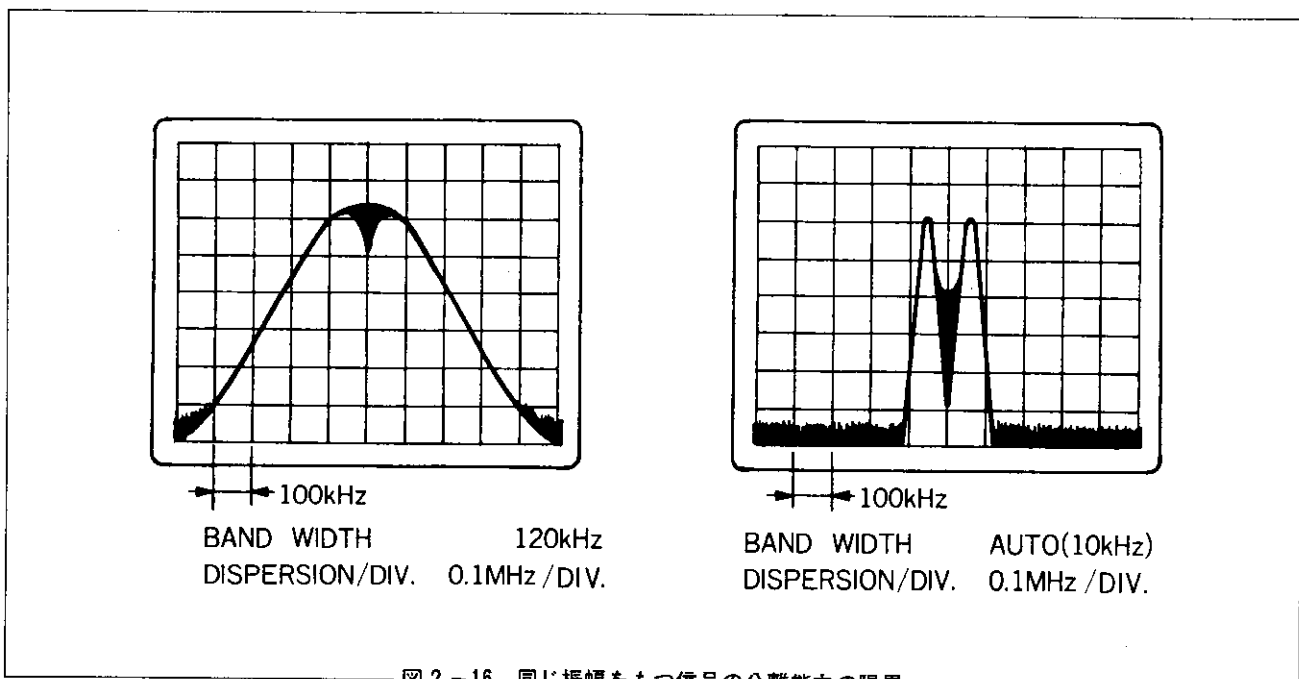

図 2-16 同じ振幅をもつ信号の分離能力の限界
5. **BAND WIDTH** (IFバンド幅)の設定は、周波数の分解能を決定します。たとえば、バンド幅を10kHzに設定しますと2つの周波数差が10kHz以上でないと分離して測定することができません〔図2-16〕。またIFバンド幅を狭くしますと帯域幅の時定数が長くなるため、スキャン速度を遅くするか **DISPERSION/DIV.**の値を小さくします。本器の場合は、**BAND WIDTH**を **AUTO**に設定しますと3dB帯域幅は **DISPERSION/DIV.**によって自動的に最適値を選ぶためスキャン速度は常に20msで測定できます。6dB帯域幅を使用する場合は、自動的ではなくなるため、**BAND WIDTH**を狭く、**DISPERSION/DIV.**を広くするとスペクトラムのレベルが下がることがあります。このときは、スキャン速度を遅くして下さい。また周波数分解能は、フィルタの選択度によっても決められており、選択度は60dBと